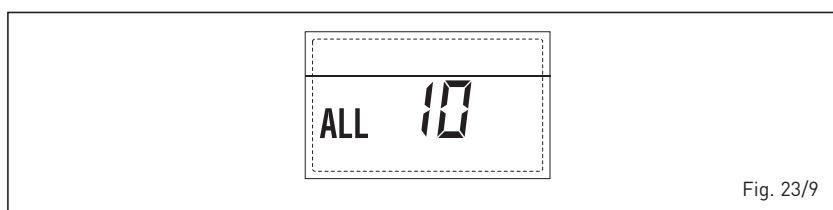

Fig. 23/9
– **INTERVENCIÓN DE LA Sonda DE LOS HUMOS “AL 13” (fig. 23/10)**